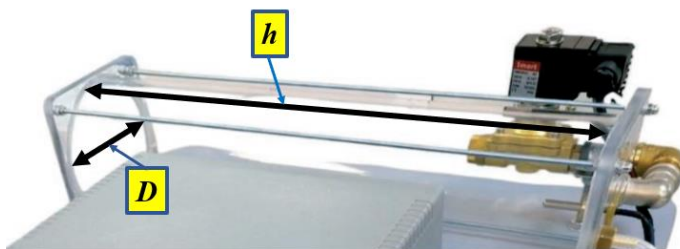

Рис. 4. Геометрия баллона с газом
9. Измерить диаметр D и длину баллона h (рис. 4).